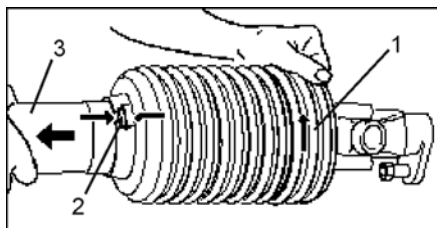

Fig. 9
- Tragten (Fig. 9/1) drejes i monteringsposition (Fig. 9/2).
- Beskyttelses halvdel (Fig. 9/3) trækkes af.